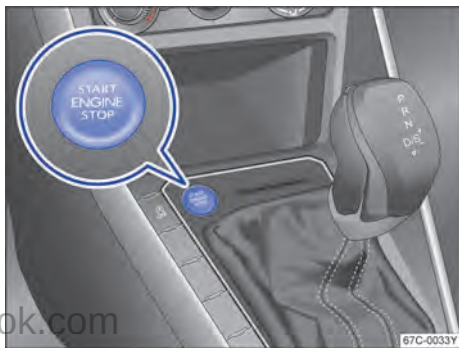

图 84 无钥匙系统 Kessy：中控台上的启动按钮
- 按压启动按钮→图 84，不要踩油门踏板。启动发动机前必须将有效车辆钥匙置于车内。启动发动机后，松开启动按钮。
- 短按启动按钮→图 84。若发动机未能关闭，用应急关闭功能关闭发动机→第 87 页。